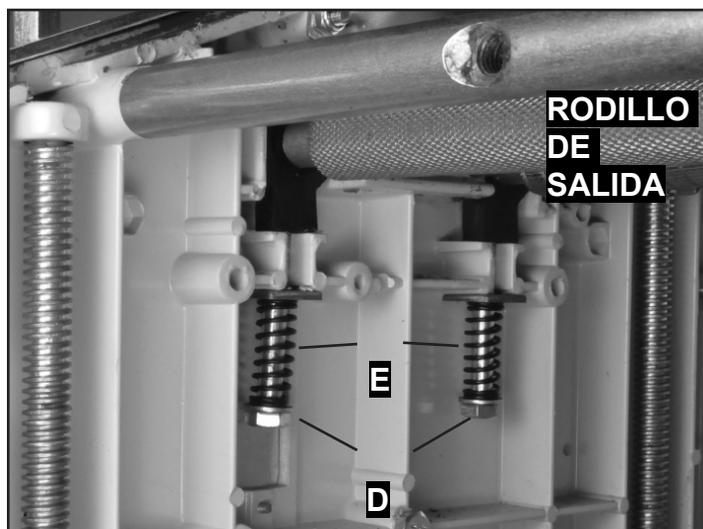

FIG. 25
2. Debajo de los rodillos de alimentación, los pernos largos de cabeza hexagonal (# 147, D) sostienen los resortes de compresión (# 145, E) en su lugar y controlan la presión que ejercen los rodillos sobre la madera que se mueve a través de la cepilladora para la superficie. Los tornillos se pueden apretar o aflojar con una llave de 13 mm. FIG. 25)